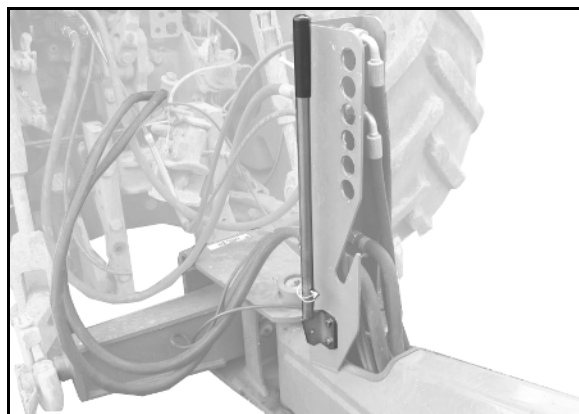

Fig. 57
1. Переместите ручной рычаг из стояночного положения (Fig. 57).